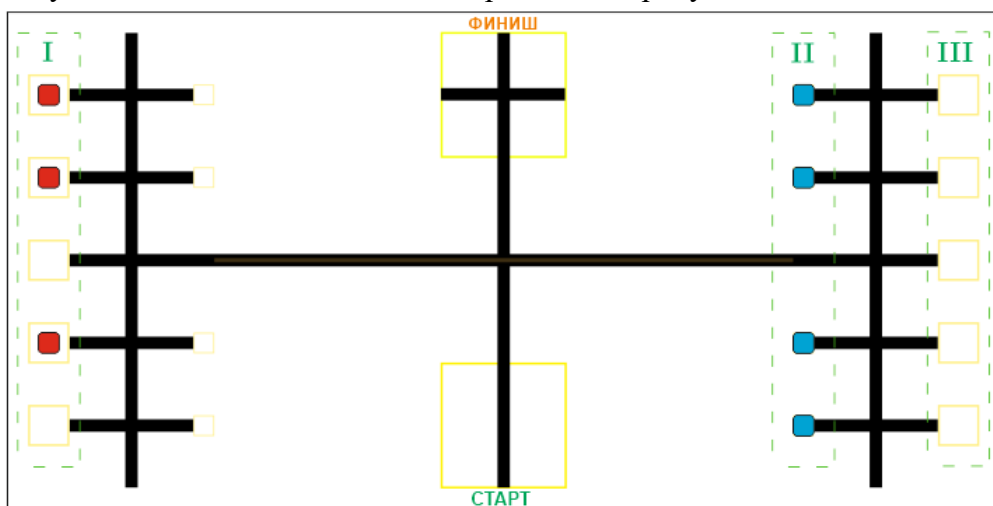

Рис. 1. Пример расположения кубов
- начинает движение в зоне старта (целиком своей вертикальной проекцией находится внутри зоны без перекрестка, ограниченной квадратом желтого цвета), Рисунок 1;